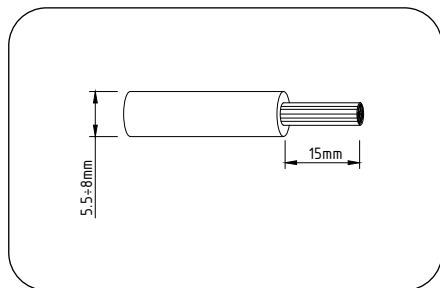

Figura 13
1. Rimuovere 15 mm di isolante dal cavo (Figura 13) utilizzando un adeguato strumento di sguainatura.